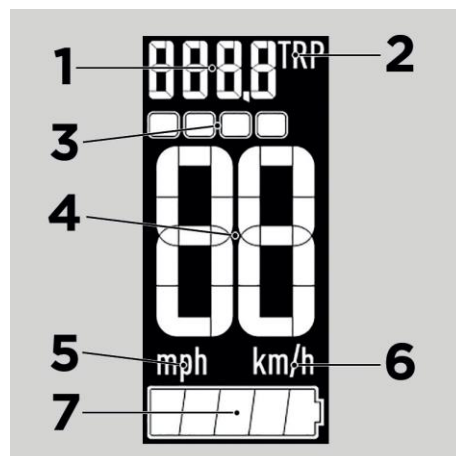

Abbildung 8: LCD-Anzeige
Abbildung 8 zeigt alle Segmente der Anzeige (Display) auf einmal. Während der Fahrt zeigt das Display nicht alle Segmente gleichzeitig an – es sieht eher wie der Bildschirm oben aus [Abbildung 7]. Im obigen Beispiel fahren Sie bei einer Geschwindigkeit von 27 km/h mit der dritten Unterstützungsstufe. Der Akku ist nicht ganz voll, aber gut geladen, und Sie haben auf dieser Fahrt eine Strecke von 65,3 Kilometern zurückgelegt.
Hinweis: In Abbildung 8 werden alle Segmente des Displays angezeigt. Während der Fahrt zeigt ein typischer Bildschirm nicht alle Segmente gleichzeitig an.
Oben rechts [Abbildung 8, Nummer 2] zeigt die Anzeige (Display) an, ob sie die Fahrstrecke (Trip = TRP), die geschätzte verbleibende Reichweite des Pedelecs (R) oder den Kilometerzähler (die gesamte vom Pedelec zurückgelegte Strecke = T) darstellt. Die Standardeinstellung für die Anzeige ist die Fahrstrecke = TRP. Durch langes Drücken der Taste „-“ (Kapitel 5) wird der Fahrstreckenzähler TRP auf 0 zurückgesetzt.
Drücken Sie die Taste „Set“ (Kapitel 5) lange, um zwischen metrischen Maßeinheiten (km/h = Kilometer pro Stunde) und englischen Maßeinheiten (mph = Meilen pro Stunde) zu wechseln. Die Einheiten sind in Abbildung 8 oben als die Ziffern 5 und 6 dargestellt.
Der größte Teil der Anzeige des B100R zeigt die aktuelle Geschwindigkeit des Pedelecs an [Abbildung 8, Nummer 4]. Um die Maßeinheit der Geschwindigkeit (km/h oder mph) zu ändern, drücken Sie lange die Taste „Set“ (Kapitel 6.6).